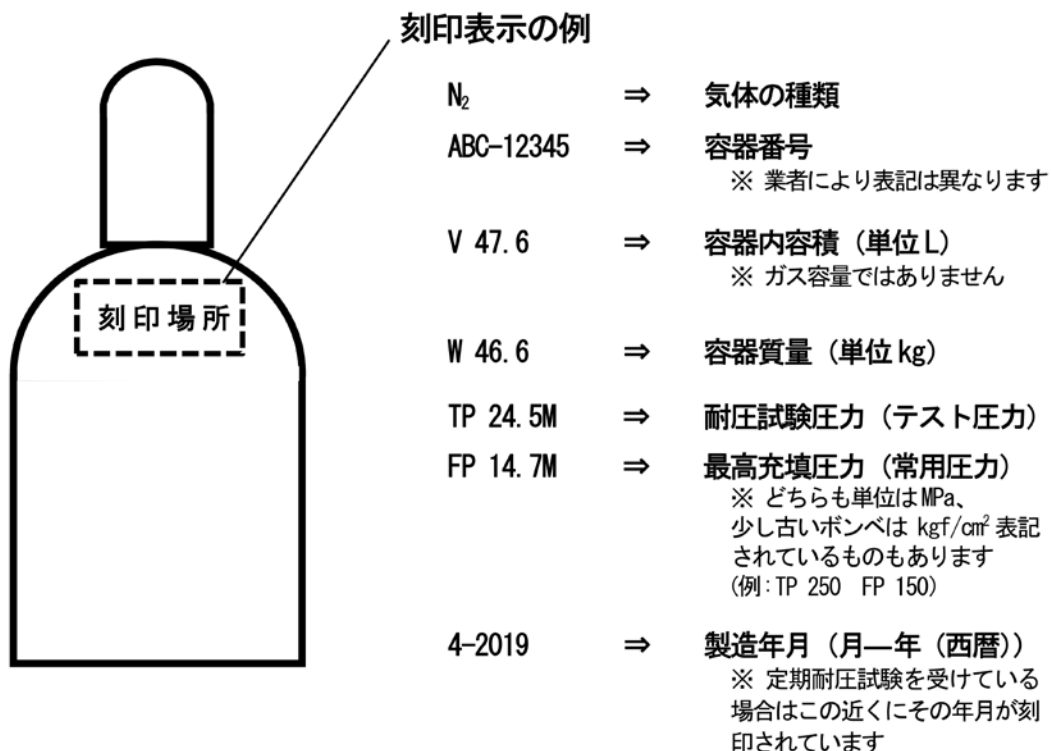

図8-1 ボンベの刻印
(4) ボンベの肩の部分には、「容器番号」、「容器の内容積」、「容器の質量」、「耐圧テスト年月」、「耐圧試験圧力」、「最高充填圧力」などが刻印されていますので、内容をよく把握してください（図8-1）。